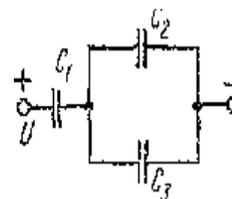

Рисунок 9.3
**Пример:** Соединение конденсаторов. К батарее конденсаторов (рис. 9.3) приложено напряжение  $U=100$  В. Определить напряжение и заряд каждого конденсатора, если  $C_1=4$  мкФ;  $C_2=1$  мкФ;  $C_3=5$  мкФ.